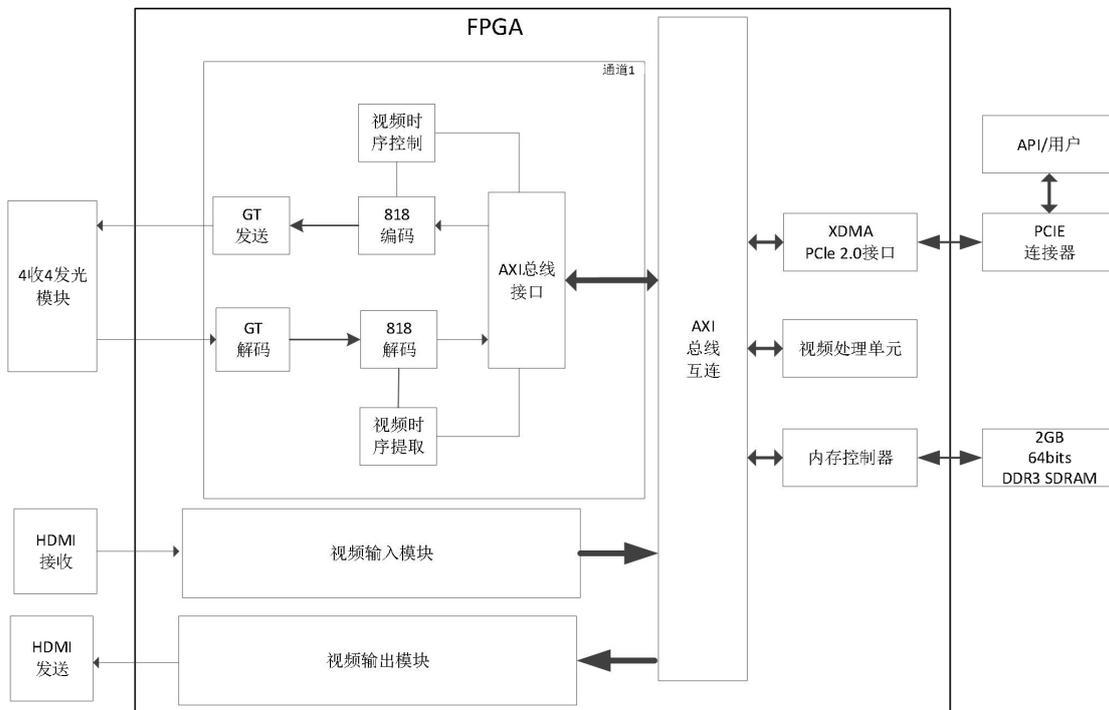

图 12 原理框图
Step1: 配置好发送的通道号、对应视频的图像颜色格式以及预览视频分辨率后，点击图 12 中①对应按钮，选择本地测试视频文件，加载成功后，状态显